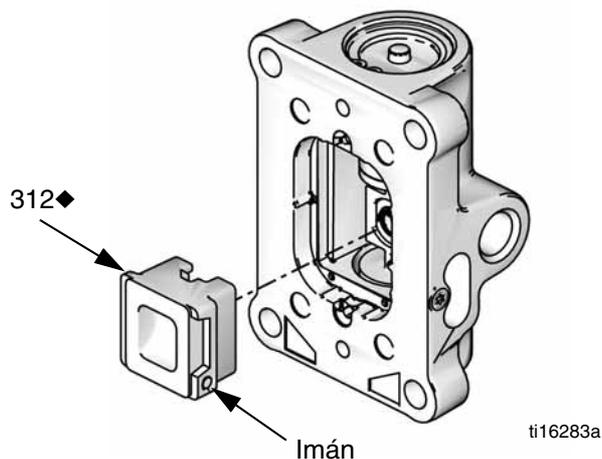

FIG. 11. Instalación de la copa de la válvula de aire
7. Instale el resorte (311♦). Lubrique e instale la copa de la válvula de aire (312♦), vea la FIG. 11. Alinee el imán pequeño redondo con la entrada de aire.
8. Instale la placa de la válvula (305).♦ Apriete los tornillos (309†♦) para mantenerla en su lugar.